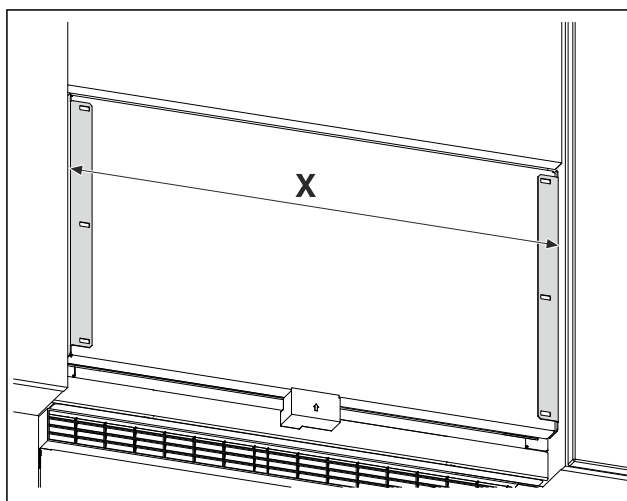

Fig. 26 Примерное изображение
- ▶ Измерьте расстояние Fig. 26 (X) между наружными краями крепежных уголков.